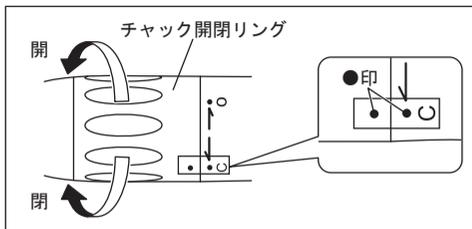

図 2
- ・バーを固定した後、チャック開閉リングの●印があることを確認してください(図 2)。●印がずれた位置で回転させるとハンドピースが発熱し、火傷をすることがあります。